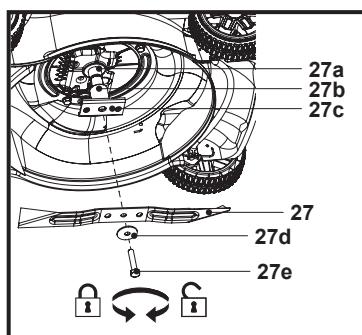

Fig. 18
1. Păstrează partea de dedesubt și lama (27) curate și lipsite de reziduuri. Îndepărtează resturile vegetale din jgheabul de evacuare spate (26).
2. Înainte de utilizare, verifică periodic dacă toate elementele de prindere, precum piulițele și șuruburile, sunt strânse bine. După o utilizare îndelungată, mai ales pe sol nisipos, lama (27) se va uza și își va pierde parțial forma inițială. Eficiența de tăiere va fi redusă, iar lama (27) trebuie înlocuită.
3. Păstrează lama (27) ascuțită pentru o bună performanță de tăiere. Când se uzează sau se deteriorează, înlocuiește lama (27) cu una nouă de același tip sau apelează la un specialist calificat pentru a o ascuți.
4. Dacă nu este posibilă ridicarea cu cricul a mașinii, înclin-o pe partea dreaptă, astfel încât bușonul rezervorului de combustibil (7a) să fie orientat în sus. Acest lucru previne scurgerile de combustibil și pornirea mai grea din cauza înecării carburatorului (10).
5. Slăbește șurubul cu cap hexagonal (27e) în sens antiorar folosind o cheie adecvată (de 17 mm) și scoate-l împreună cu șaiba (27d), lama (27), suportul lamei (19b) și bușca interioară (27b) de pe ax (27a).
6. Înlocuiește lama (27) cu una nouă de același tip. Montează la loc suportul lamei (27c) împreună cu bușca interioară (27b) pe ax (27a) și asigură-te că fanta suportului lamei (27c) trece prin proeminența de la capătul axului (27a). Verifică starea flanșei de pe suportul lamei (27c), apoi montează corect lama (27) și fixează ansamblul cu șaiba (27d) și șurubul cu cap hexagonal (27e). Strânge șurubul cu cap hexagonal (27e) în sens orar la 45 Nm minimum, 60 Nm maximum, pentru utilizarea în siguranță a mașinii (Fig. 18).